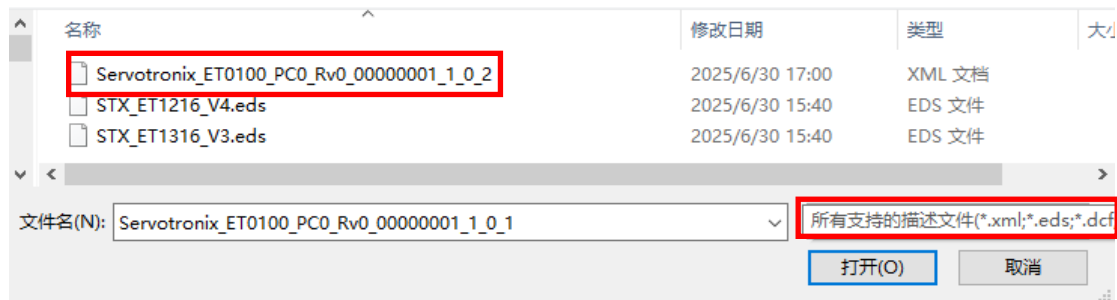

图 8-4 选择要安装的设备描述文件
(3) 如下图 8-4，在弹出的窗口中找到电脑中存放 XML 文件的位置，右下角文件类型选择“所有支持的描述文件”，然后选中所使用模块型号对应的 XML 文件，最后点击“打开”，完成安装。安装完成后关闭“设备存储库”窗口。